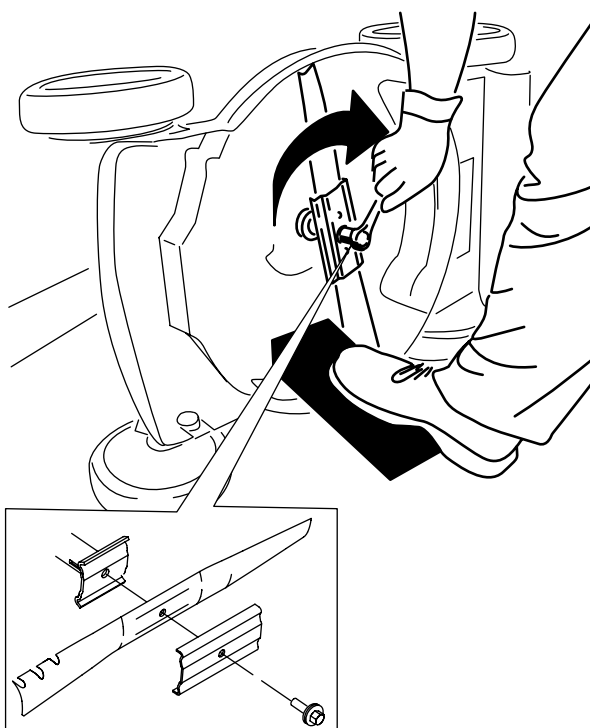

Рисунок 25
4. Установите новый нож, закрепив все крепежные детали (Рисунок 25).